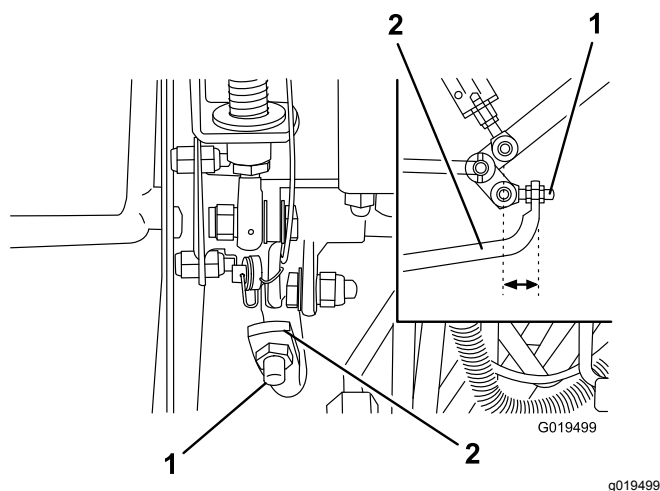

Figura 65
4. Regolate i controdadi dal lato asta della pompa per muovere in avanti il tubo di controllo della pompa ed eliminare lo spostamento in avanti, o per muoverlo indietro ed eliminare lo spostamento indietro (Figura 65).